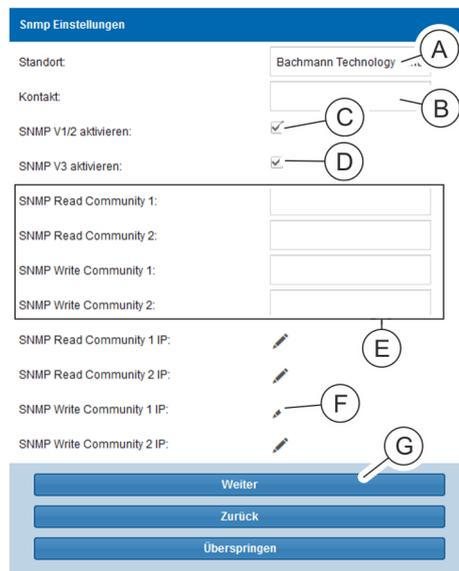

Abb. 53: Fenster "SNMP-Einstellungen"
- 14. Im Fenster "SNMP-Einstellungen" den Standort (Abb. 53/Ⓜ) und Kontakt (Abb. 53/Ⓜ) eingeben.
- 15. Bei Bedarf die Checkbox „SNMP V1/2 aktivieren“ anklicken (Abb. 53/Ⓜ).
- 16. Bei Bedarf die Checkbox „SNMP V3 aktivieren“ anklicken (Abb. 53/Ⓜ).
- 17. Bei Bedarf eine SNMP-Read- oder SNMP-Write-Community eingeben (Abb. 53/Ⓜ).
- 18. Bei Bedarf ein Bleistift-Symbol (Abb. 53/Ⓜ) anklicken, um die SNMP-Access-Control zu konfigurieren.
- 21. Eingabe über die Schaltfläche „Weiter“ (Abb. 53/Ⓜ) bestätigen.